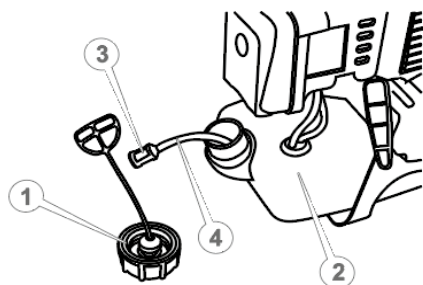

Рисунок 18. Схема обслуговування паливного фільтра
1. Відкрутити кришку (1, рис. 18) заливної горловини паливного бачка (2, рис. 18) та обережно виїняти кришку з бачка.
2. Використовуючи дротяну петлю, обережно витягнути паливний фільтр (3, рис. 18).
3. Від'єднати паливний фільтр від паливопроводу (4, рис. 18).